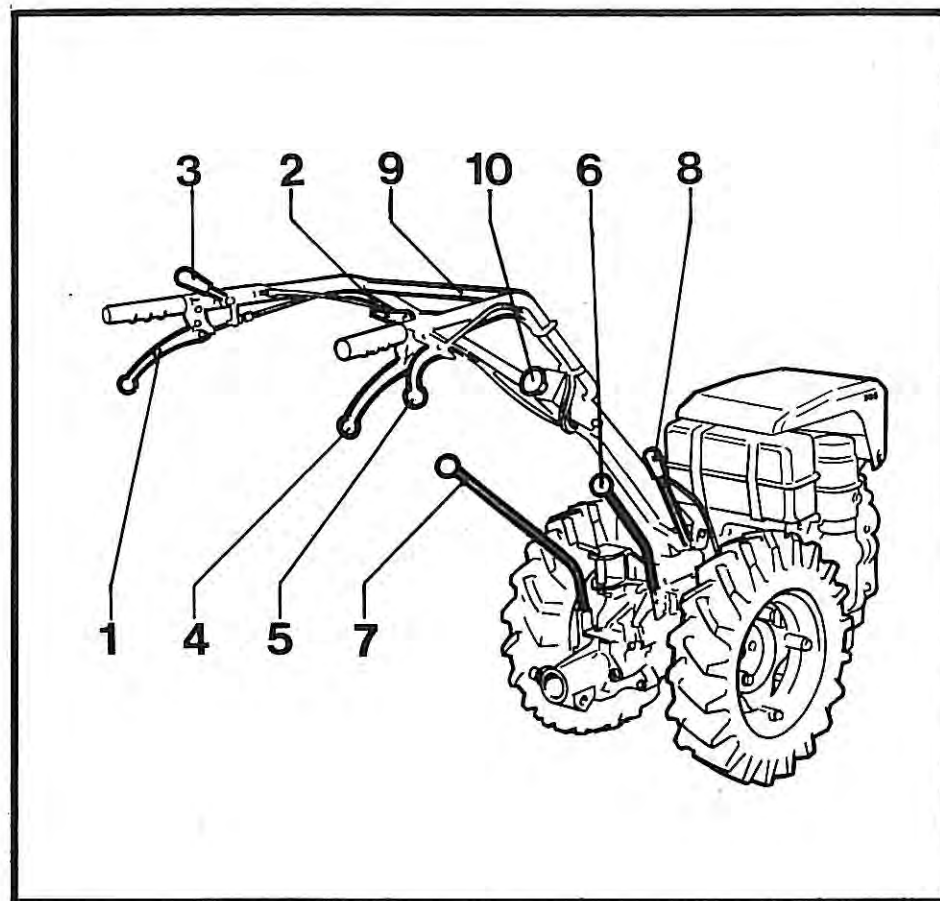

Fig. 3
(figure 3).
(figure 3)
(Abb. 3).
- 1) Disinnestare la frizione tirando l'apposita leva (fig. 3 n. 1);
- 2) Innestare la marcia desiderata portando l'asta comando cambio (fig. 3 n. 6) in corrispondenza della marcia indicata sul selettore posto sulla scatola del cambio.
- 3) Rilasciare gradualmente la leva comando frizione (fig. 3 n. 1) e regolare la posizione del manettino del gas (fig. 3 n. 2) in modo che la marcia avvenga regolarmente e senza fumo allo scarico.
- 2) Innestare la p.d.p. agendo sulla leva (fig. 3 n. 7);
- 1) *Disengage the clutch by pulling the appropriate lever (Fig. 3 No. 1).*
- 2) *Engage the required gear by positioning the gear control rod (Fig. 3 No. 6) in correspondance to the gear indicated on the selector on the gear box.*
- 3) *Gradually release the clutch control lever (Fig. 3 No. 1) and regulate the position of the throttle lever (Fig. 3 No. 2) in order that the gear is engaged correctly without exhaust fumes.*
- 2) *Engage the PTO by operating the lever (Fig. 3 No. 7).*
- 1) *Débrayer en tirant le levier approprié (fig. 3 n. 1);*
- 2) *Embrayer la vitesse désirée en amenant le levier de la boîte de vitesses (fig. 3 n. 6) sur la vitesse correspondante indiquée sur le secteur placé sur la boîte de vitesses.*
- 3) *Relâcher graduellement le levier de commande de l'embrayage (fig. 3 n. 1) et régler la position de la manette des gaz (fig. 3 n. 2) de manière à ce que la vitesse passe régulièrement et sans fumée à l'échappement.*
- 2) *Embrayer la p.d.f. en agissant sur le levier (fig. 3 n. 7);*
- 1) *Die Kupplung durch Anziehen des hierfür bestimmten Hebels herausnehmen (Abb. 3 Nr. 1)*
- 2) *Den gewünschten Gang einlegen dabei den Gang-Schaltnüppel (Abb. 3 Nr.6) gemäss der Gang-Positionstafel auf dem Kupplungsgebäude verstellen.*
- 3) *Den Kupplungshebel (Abb. 3 Nr. 1) langsam loslassen und gleichzeitig vorsichtig mehr gas geben.*
- 2) *Durch den Hebel (Abb. 3 Nr. 7) die Kraftabnahme bewirken*